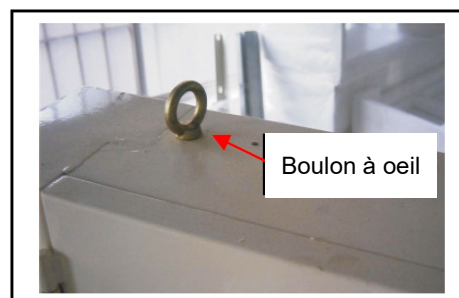

Figure 1
1. Placez le crochet de levage dans le boulon à œil. (Reportez-vous à la Figure 1)